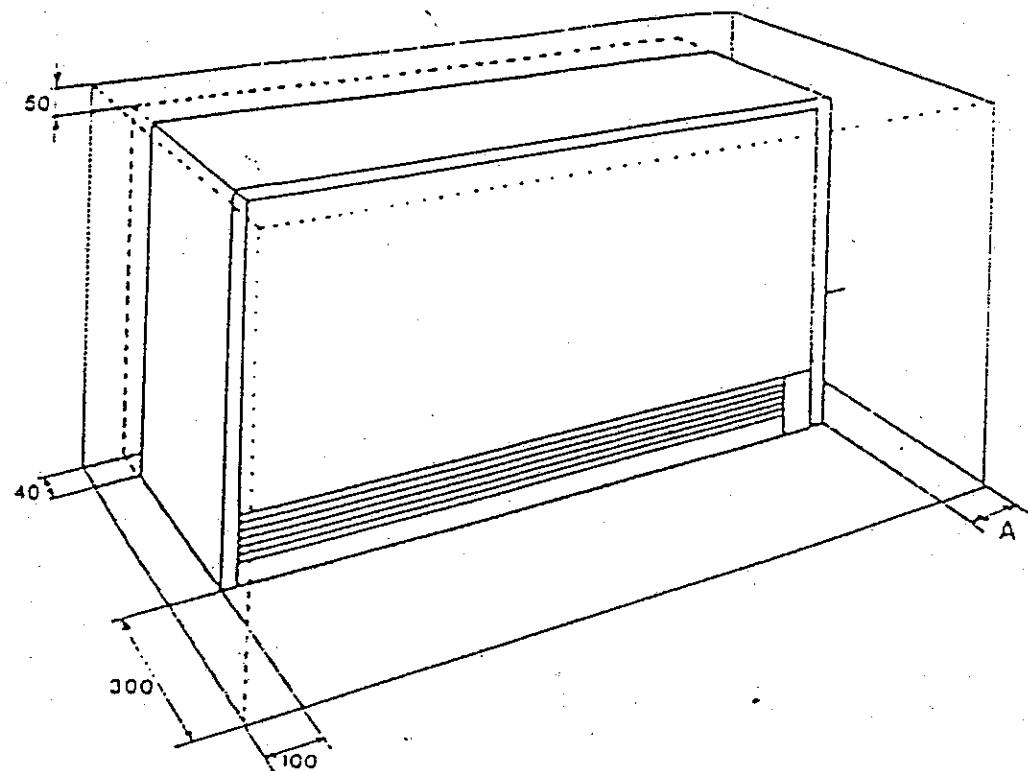

Fig. 1
*Il faudra également veiller à ne rien placer contre l'appareil ou dessus. Attention notamment aux rideaux et tentures. Respecter au minimum les distances indiquées figure 1.*